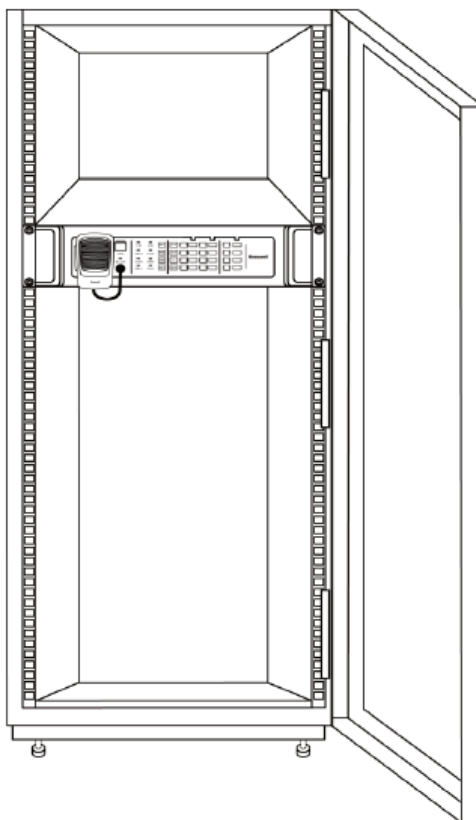

Figura 12 Diagrama esquemático de la instalación del ZS-2000M en el gabinete
3. Ponga el aparato ZS-2000M en el gabinete y apriete los tornillos para asegurar la unidad, como se muestra en la Figura 12.
5. Instale el aparato ZS-1500/ZS-2250/ZS-4125 en el gabinete y apriete los tornillos para asegurar la unidad, como se muestra en la Figura 12.